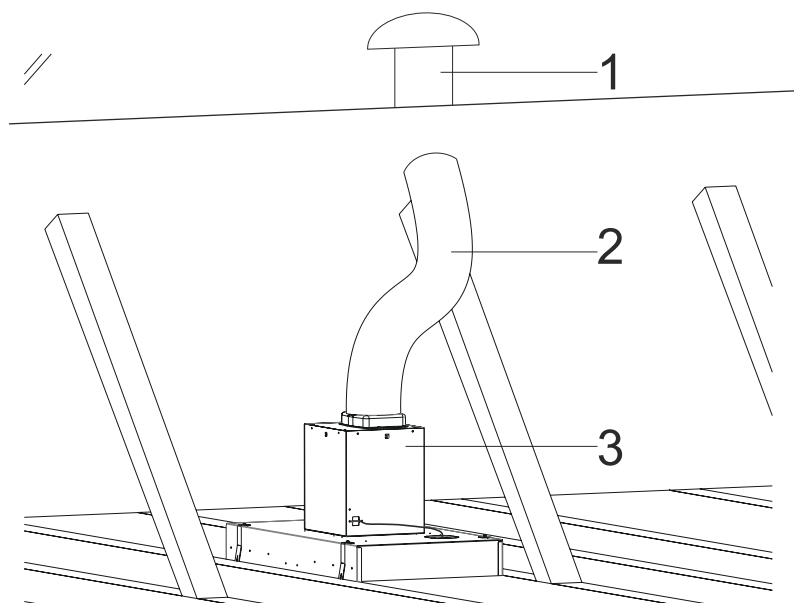

Fig. 11
5. Anslut ena änden av utsugsskanalen till utsugsstosen ovanpå fläkten och den andra änden till takfläkten (se "Oljud från motorn" under "Service, felmeddelanden och åtgärder") Fig. 11).